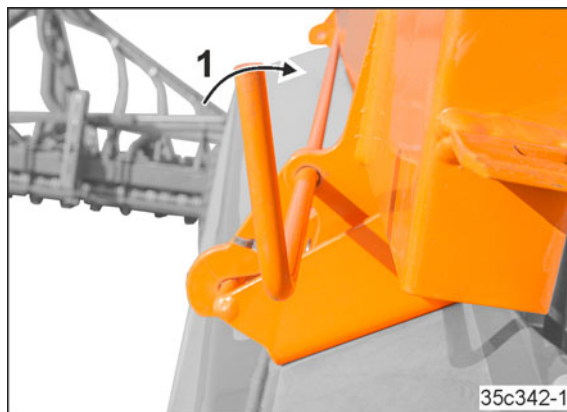

Bild 228
1. Lossa lockförslutningen (Bild 228/1)